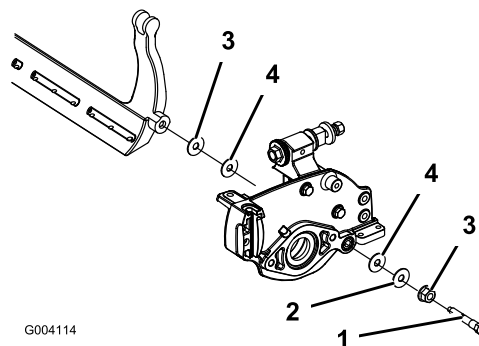

Figura 59
4. Togliete i bulloni della barra di appoggio per tirare in giù la barra e toglierla dalla macchina. Conservate le due rondelle di nylon e le due rondelle in acciaio stampato da ciascun lato della barra di appoggio (Figura 59).